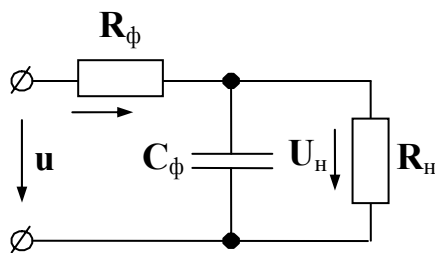

Рис. 3.3
3.3.3 Для уменьшения пульсаций напряжения на нагрузке R_H , подключённой к однополупериодному выпрямителю, применён Г-образный RC-фильтр, схема которого изображена на рис. 3.3.
где $Z_{(1)}$ - входное сопротивление схемы (рис. 3.3) по первой гармонике;